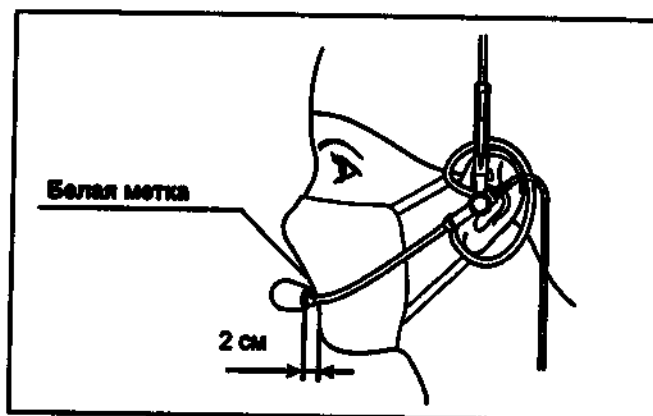

Рисунок 3.1
- 2** Наденьте микрофон MAJ-1177 (см. рис. 3.1 и 3.2).